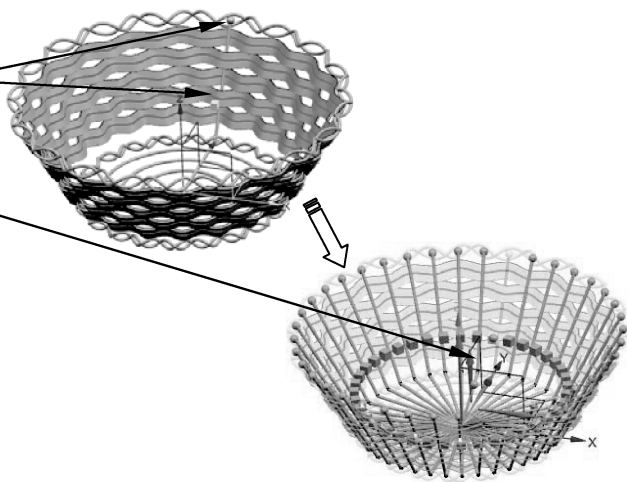

图 5-123 圆形阵列草图曲线
- 24 最后进行阵列。在菜单栏中执行【插入】|【关联复制】|【阵列几何特征】命令，打开【阵列几何特征】对话框，按如图 5-123 所示的操作步骤完成管道和球体的阵列操作。